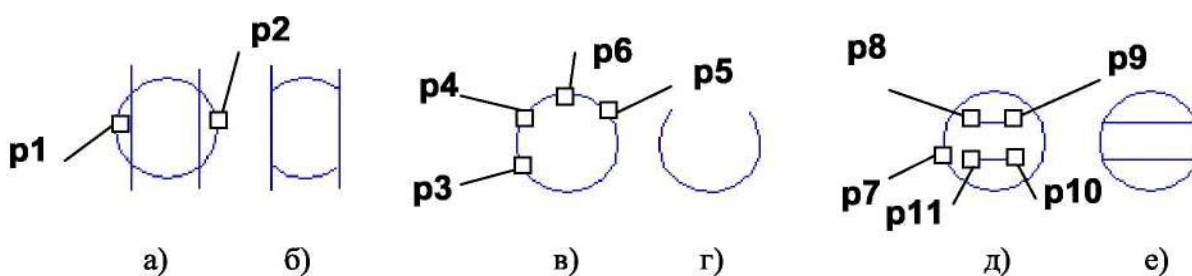

Рис. 4.10. - Примеры удаления фрагментов объектов
3. Указать точки **p1** и **p2**, находящиеся на оси отражения (рис. 4.10 б).
- **Удалять указанный участок**. Если же требуется удалить участки, внешние по отношению к указанному, нужно использовать переключатель  - **Оставить указанный участок**. На рис. 4.10 а, б после указания точек **p1** и **p2** удаляются соответствующие дуги окружностей.
- **Усечь кривую двумя точками**. Команда удаляет часть объекта, ограниченную двумя произвольно заданными точками. Команда удобна в тех случаях, когда редактируемый объект имеет много пересечений с другими объектами. В команде необходимо указать редактируемый объект (точку **p3**), а затем задать на нем две точки (**p4** и **p5**), определяющие нужный участок. Он будет удален или оставлен в соответствии с установками переключателей. На рис. 4.10 в отражен порядок указания точек **p3**, **p4**, **p5** и **p6** на окружности для получения изображения, представленного на рис.
- **Выровнять по границе**. Команда осуществляет продление объектов до границы выравнивания или усечения по ней. Необходимо вначале указать объект - границу, а затем постепенно по одному объекту из тех, которые надо выровнять. Выравнивание объекта осуществляется со стороны указания его. Чтобы перейти к выравниванию по другой границе, используйте кнопку  - **Указать заново** на панели **Специального управления**. На рис. 4.10 д показана последовательность указания точек **p7, p8, p9, p10** и **p11** на окружностях и отрезках для получения изображения, представленного на рис. 4.10 е.